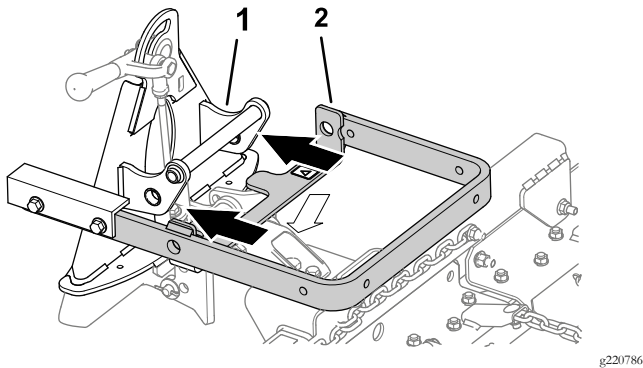
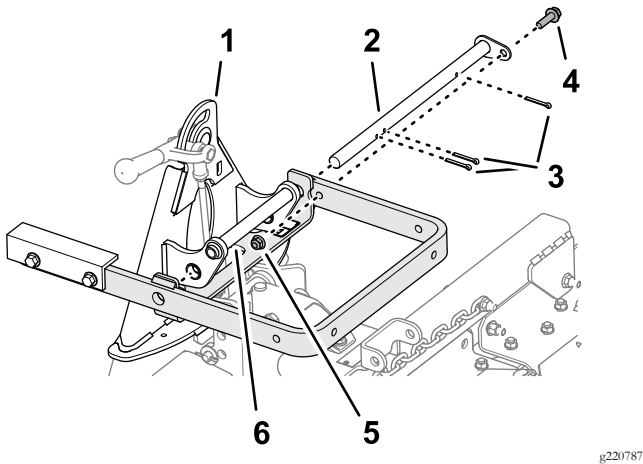

图5
图6
4. 将提升臂与附件连接器上的支架对齐 图5 然后如 图6 所示用枢轴杆将它们连接起来。
注意 当移动附件连接器时应使用连接器背面提供的手柄图5。
5. 用 3 个开口销、1 个螺栓 $\frac{3}{8}$ x $1\frac{1}{4}$ 英寸和锁紧螺母 $\frac{3}{8}$ 英寸固定枢轴杆图6。